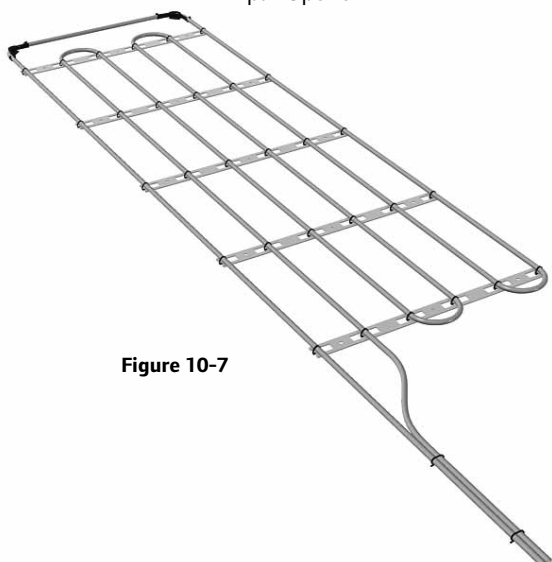

Figure 10-7
La boucle d'alimentation à retour inversé utilise des tuyaux de 19 mm ( $\frac{3}{4}$  po) et peut être raccordée à des tuyaux de 13 mm ou 16 mm ( $\frac{1}{2}$  po ou  $\frac{5}{8}$  po) en utilisant les tés de réduction en plastique technique (EP) Uponor. Chaque ensemble est équipé d'une tuyauterie d'alimentation et de retour, ainsi que des bandes d'appui SpaceGuard qui permettent aux tuyaux d'être adéquatement espacés et fixés. Les tapis de tuyaux sont livrés prépressurisés. La **Figure 10-7** est le plan bidimensionnel d'un circuit de distribution à retour inversé. Le système utilise un collecteur mural central, qui sert de point d'origine pour le système de distribution du débit. Il contient quatre ensembles de tuyaux et un distributeur à retour inversé raccordé au collecteur mural central. Chaque ensemble comprend 10 boucles à passage unique.